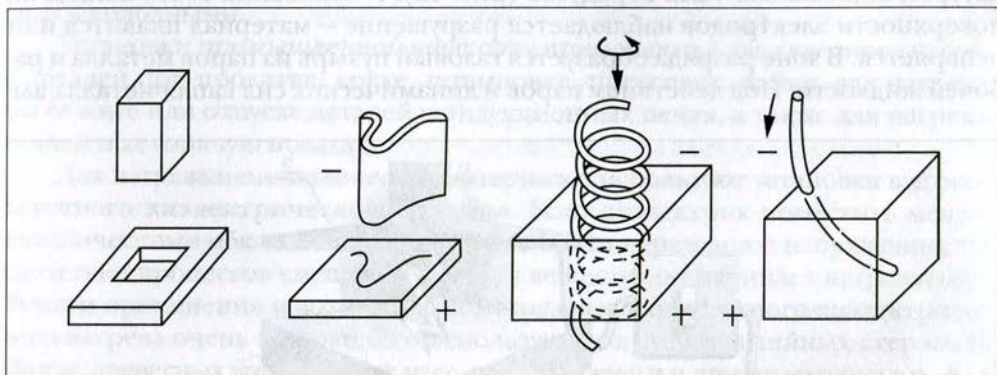

Рис. 13. Отверстия, изготавливаемые электроэрозионной обработкой (метод прошивки)
При прошивке форма электрода-инструмента в поперечном сечении совпадает с формой получаемого отверстия (рис. 13). При копировании на деталь переносится форма нижней поверхности электрода-инструмента (рис. 14).
- ☐ возможность изготовления деталей сложных форм, криволинейных отверстий и отверстий некруглого сечения (см. рис. 13), которые нельзя получить другими способами обработки;